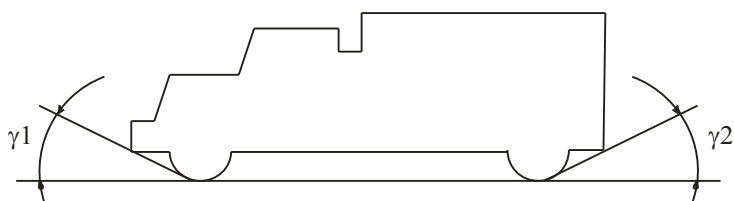

Рис. 2 Передний и задний углы свеса (γ_1 и γ_2) транспортного средства.
2.2.7. Передний и задний углы свеса (γ_1 и γ_2) взвешиваемого транспортного средства (см. рис.2) не должны быть меньше 12° . В противном случае для взвешивания рекомендуется использовать весы с более пологими бетонными пандусами или врезные весы.